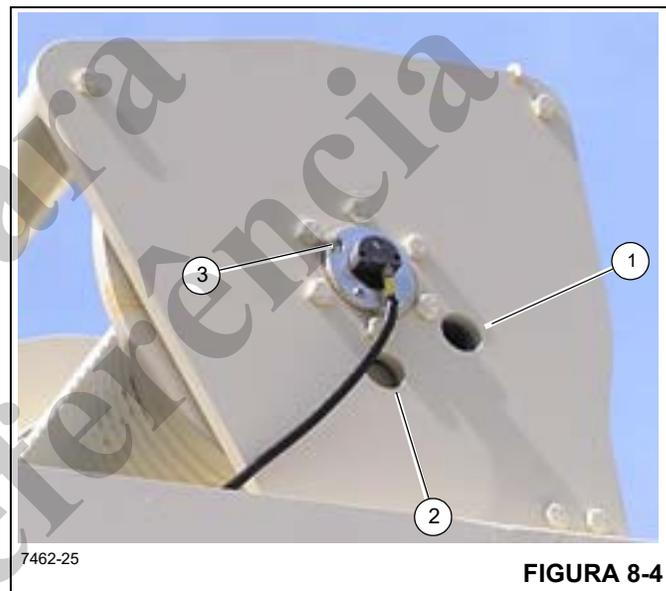

FIGURA 8-4
- Gire o tambor até que o bujão de enchimento/nível (1, Figura 8-4) seja visível pelo furo de inspeção.
- Remova o bujão de enchimento/nível (1) e verifique visualmente o nível de óleo. O óleo deve estar nivelado com a parte inferior do furo de inspeção. Se precisar de mais óleo, adicione e reinstale o bujão de enchimento/nível.
- Para drenar ou adicionar novo óleo, remova o bujão de ventilação (3, Figura 8-4). Remova o bujão do dreno (2) com uma chave sextavada e aparafuse um tubo de 1 polegada no furo do bujão do dreno (2) para que o óleo seja drenado. Drene o óleo hidráulico. Retire o tubo de drenagem de 1 polegada e instale o bujão do dreno (2).
- Para abastecer com óleo, gire o tambor para que a porta de enchimento/nível (1, Figura 8-4) fique visível através do furo superior. Para ajudar a adicionar o óleo, instale no furo de abastecimento (1) um tubo de 1 polegada com cotovelo. Retire o bujão de enchimento/nível com uma chave sextavada e abasteça a caixa de engrenagens com 3,3 l (3.50 qt) de óleo lubrificante de engrenagens. Consulte “Lubrificação” na página 8-4.